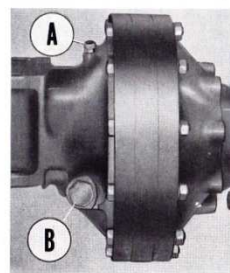

Fig. 27
- Vérifier le niveau d'huile des réducteurs et refaire le plein si nécessaire jusqu'au bouchon de remplissage (fig. 27). Utiliser de préférence une huile SAE 80.